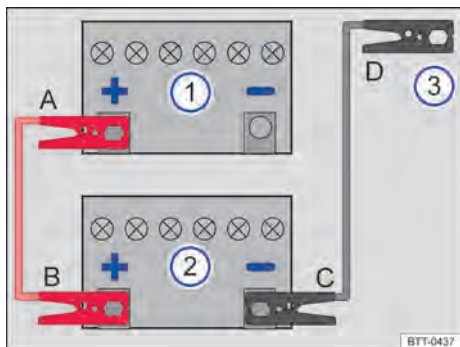

Fig. 190 Esquema para a conexão do cabo auxiliar de partida: bateria do veículo descarregada ① e bateria do veículo fornecedor de corrente ②.
Conectar o cabo auxiliar de partida somente na sequência **A – B – C – D** ⇒ Fig. 190.
- Conectar uma extremidade do cabo auxiliar de partida **vermelho** ao polo positivo (+) do veículo com a bateria do veículo descarregada ① ⇒ .
- Conectar a outra extremidade do cabo auxiliar de partida **vermelho** ao polo positivo (+) da bateria do veículo fornecedora de corrente ②.
- Conectar uma extremidade do cabo auxiliar de partida **preto** no polo negativo (-) da bateria do veículo fornecedora de corrente ② ⇒ Fig. 190.
- Conectar a outra extremidade do cabo auxiliar de partida **preto** ③ no veículo com a bateria do veículo descarregada na argola de reboque dianteira rosqueada ⇒ Página 315, em uma peça metálica de metal aparafusada firmemente ao bloco do motor ou no próprio bloco do motor - porém não nas proximidades da bateria ① ⇒ .
Desconectar o cabo auxiliar de partida somente na sequência **D – C – B – A** ⇒ Fig. 190.